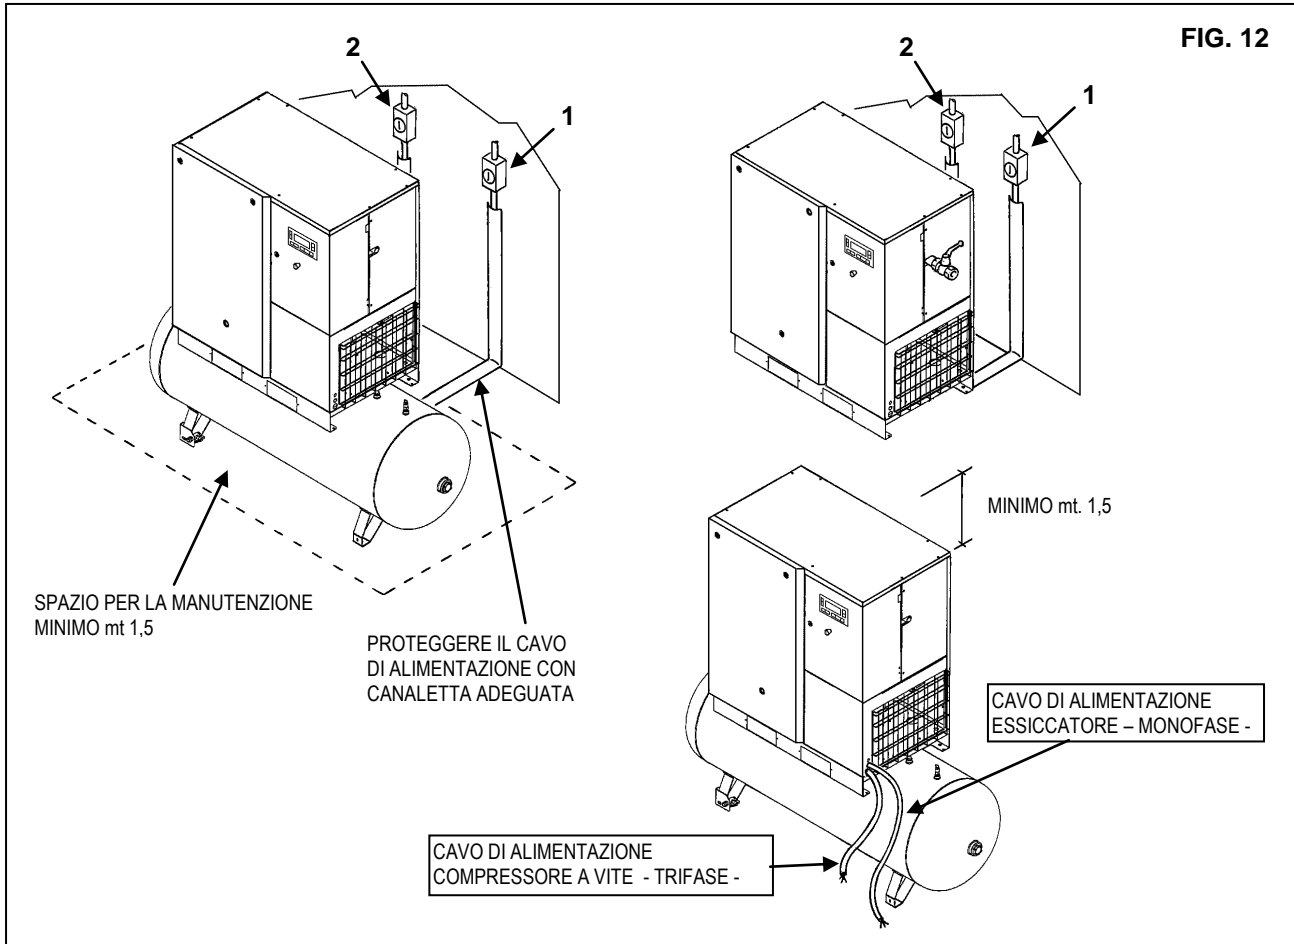

FIG. 12
- controllare che lo spazio attorno alla macchina sia sufficiente per la manutenzione (vedi Fig. 12)
- **Verificare l'esistenza a monte della macchina, di un sezionatore e fusibili (Rif. 1 per compressore a vite e Rif. 2 per essiccatore Fig. 12); per dettagli, dimensione e tipo, vedi schema elettrico.**